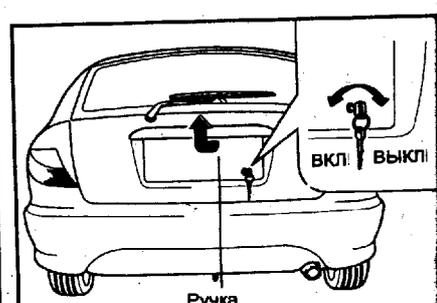

Рис. 42. Направления поднятия ручки для открытия двери багажника
- После разблокировки двери багажника она может быть открыта простым подъемом за ручку (рис. 42).